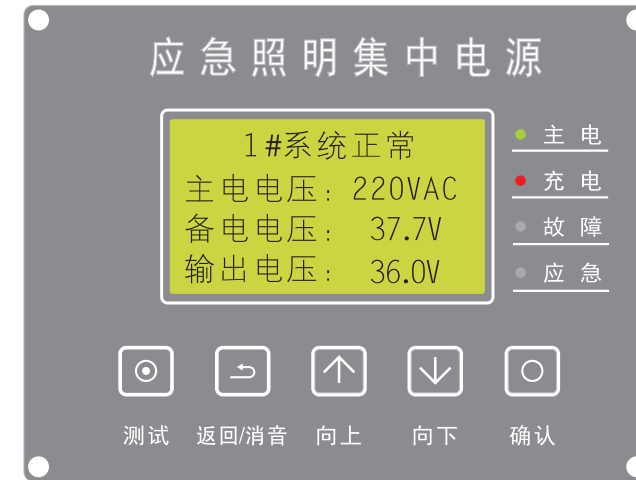

图5
(1)、系统正常：在主屏时，第一行显示设备当前地址与工作状态，下面显示各项电压参数。显示屏右侧状态指示灯显示当前电源及系统状态，如图5所示。
(6)、系统应急：当AC220V主电电源停电后，设备进入应急状态，显示屏显示【N#系统应急】应急指示灯点亮（如图11）；当主电恢复后，系统自动恢复至正常状态，同时电池自动进行充电，如图5所示。